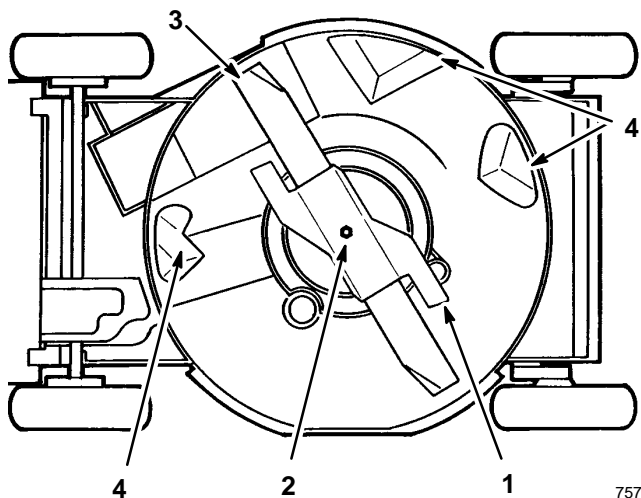

Abbildung 24
3. Den Rasenmäher auf die linke Seite kippen (Abb. 24).
5. **AUSBAU DES MESSERBALKENS** — Das Ende des Messerbalkens mit einem Lappen oder einem dick gepolsterten Handschuh fassen. Messerbalkenschraube, Sicherungsscheibe, Messerbalken-Beschleuniger und Messerbalken entfernen (Abb. 24).